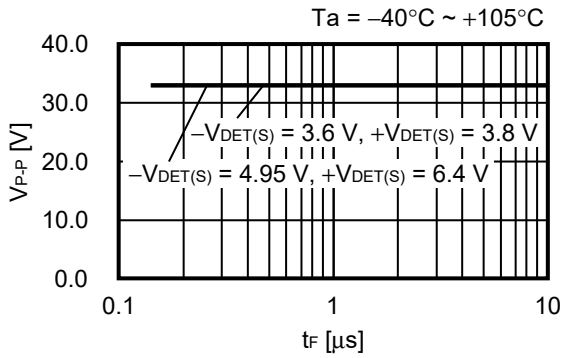

图51  $C_N = 3.3 \text{ nF}$
陡然降低VDD端子 (VDD检测产品) 时, 可保持任意设定的检测延迟时间精度的VDD振幅量 ( $V_{P-P}$ ) 和输入电压下降时间 ( $t_F$ ) 的关系如图51、图52所示。
**注意** 图51、图52表示可保持检测延迟时间精度的输入电压的条件。如果将与上述条件相比 $V_{P-P}$ 及 $t_F$ 更大的电压输入到VDD端子 (VDD检测产品), 则可能无法获得所需的检测延迟时间。